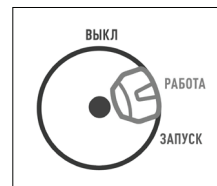

Рис. 21
- Переведите рычаг в положение «РАБОТА» (Рис. 21).